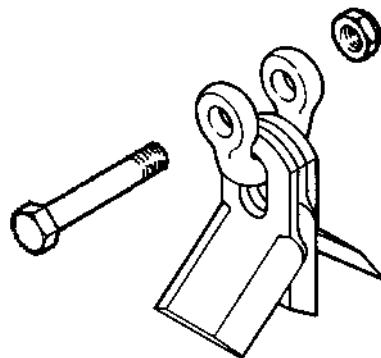

Bild 8-12 Montering av slagor typ "D"
8.7.2 Utbyte XB - XL (Bild 8-12)